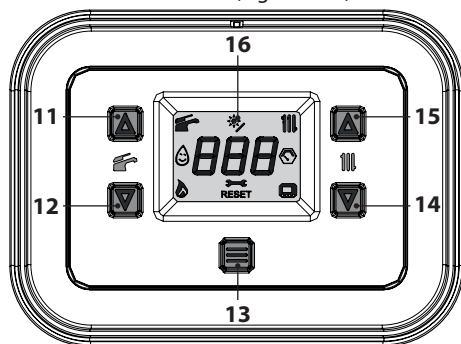
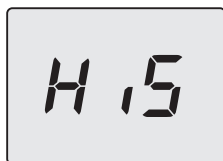
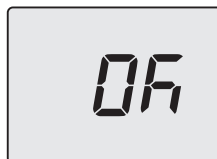

Figura 5.79
Figura 5.80
Figura 5.84
- Entrare in "modalità programmazione" premendo contemporaneamente per 5 secondi i tasti 12 e 14 (Figura 5.79) fino a far apparire sul display LCD le lettere **HiS** che indicano il menu "Storico delle caldaia" (Figura 5.80).
- Premere per 1 sec. il tasto 13 (Figura 5.79) per entrare nel parametro selezionato. Il display visualizzerà quanto segue (6=60 secondi) (Figura 5.83).
- Premendo il tasto 13 (Figura 5.79) si ottiene la conferma del valore inserito. Il display visualizzerà per 5 sec. quanto segue (Figura 5.84) poi, si porterà al livello superiore.
- tenere premuti contemporaneamente i tasti 12 e 14 per 5 sec. (Figura 5.79) (ritorno al livello precedente).